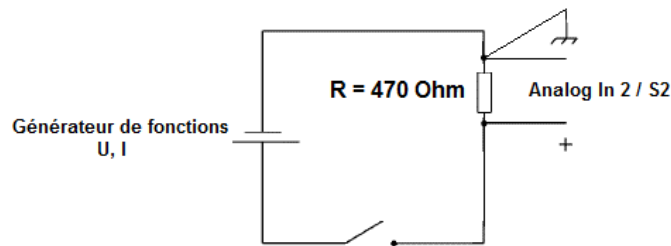

Figure. 7 : Montage expérimental pour la mesure de la résistance R .
- La valeur exacte de la résistance peut être mesurée, si le condensateur est maintenant sorti du circuit, remplacé par un cordon de raccordement et **la chute de tension sur la résistance est mesurée avec "Analog In 2 / S2"**. Configurez l'équipement selon la figure 7 ci-dessous:
2. La valeur exacte de la résistance peut être mesurée, si le condensateur est maintenant sorti du circuit, remplacé par un cordon de raccordement et la chute de tension sur la résistance est mesurée avec "Analog In 2/S2". Déterminer donc la valeur expérimentale de la résistance R_{exp} (voir figure 7 ET 8 page 33). Pour se faire :